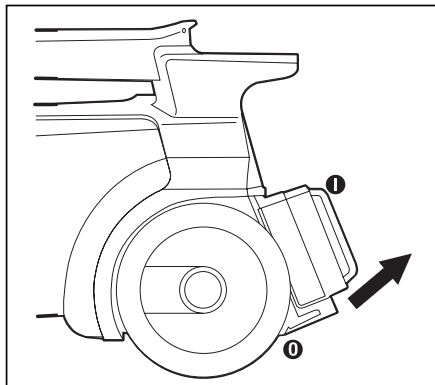

Fig. 13
Étape 1 : Saisissez les attaches inferieures ❷ du filtre ❶ (Fig. 13).
Étape 2 : Tirez vers l'extérieur et vers le bas pour libérer (Fig. 13).